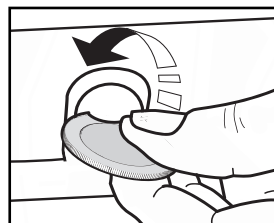

Fig. 4
1. Fjern skruerne og skiverne til højre og venstre ved hjælp af en mønt eller et redskab (Fig. 4).